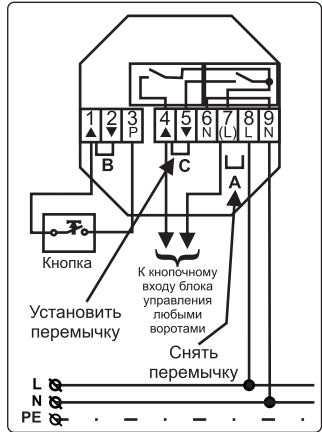

Рисунок 2.
- Подключить кнопку к контакту 3 и соединенным контактам 1 и 2 устройства (см. рис. 2).
Подключить к контакту 8 устройства «фазу» питающей сети ~230 В (см. рис. 2).
- Снять перемычку между контактами 8 и 7 (см. рис. 2, обозначение А). Теперь контакты исполнительных реле устройства гальванически развязаны с сетью ~230 В — можно коммутировать нагрузку до 3 А ~250 В или 3 А =30 В.
- Установить перемычку между контактами 4 и 5 (см. рис. 2, обозначение В). Перемычка, установленная между контактами 4 и 5, обеспечивает замыкание контактов реле при каждом нажатии на кнопку мини-пульта.
Снятие перемычки (обозначение «А» см. рис. 2) между контактами 7 и 8 обеспечивает гальваническую развязку с сетью 230 В. При снятой перемычке на контакт 7 можно подавать любое напряжение до 3 А ~250 В или 3 А =30 В и коммутировать его с помощью устройства.